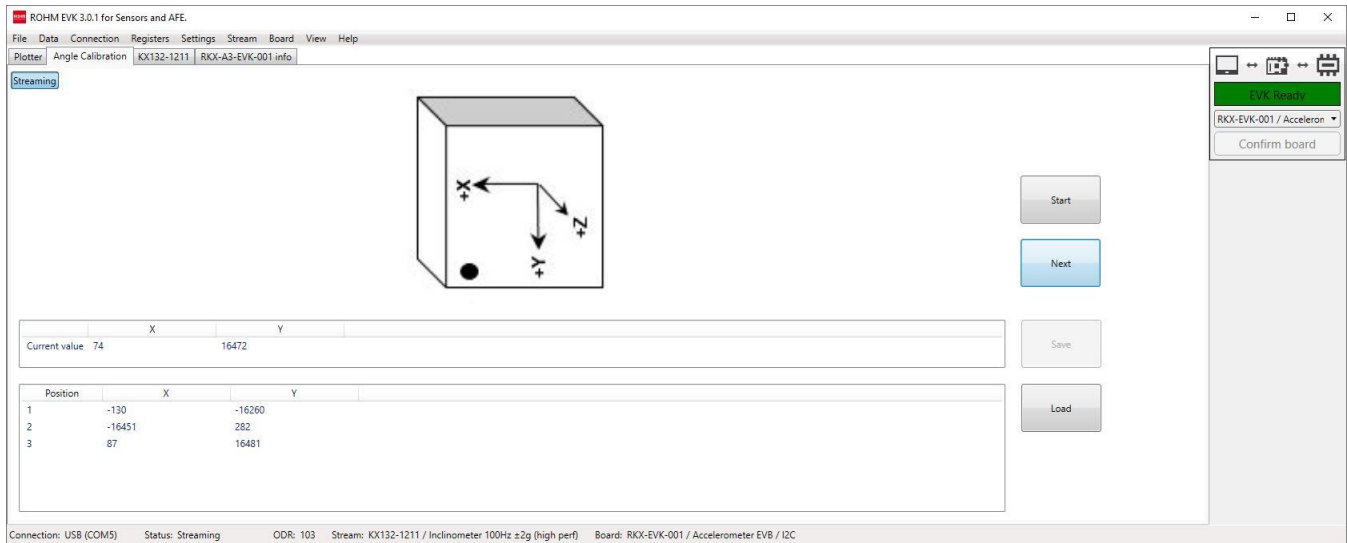

Figure 63. Angle Calibration、ポジション 4
4. Next をクリックし、デバイスを 4 番目の位置まで回転させて静止させます (Figure 63)。